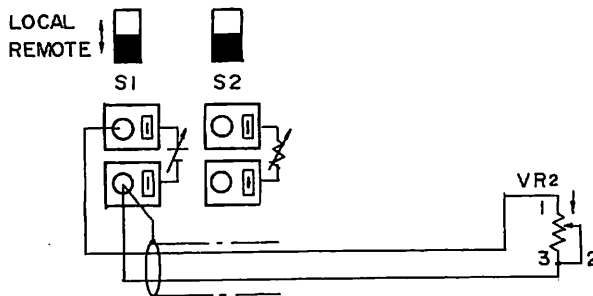

図11
2)背面CV. REMOTEのS1, S2スイッチをREMOTEにセットし, 図11のように外部抵抗器VR 2を接続します。